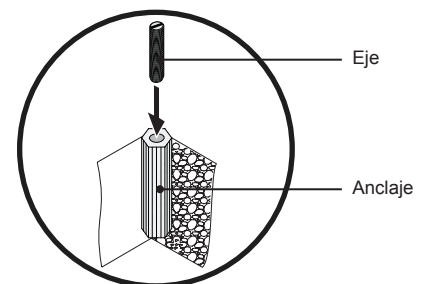

Figura 10. La perforación del agujero de montaje
- 1 En cada ubicación marcada, haga un $\frac{7}{16}$ " agujero de 1 1/2" de profundidad (Figura 10). Repita este paso para el resto de localidades.
- 4 Pase el eje en el ancla. Si es necesario, tal vez utilizar un destornillador. Deja $\frac{3}{8}$ " del eje expuesta (Figura 10).